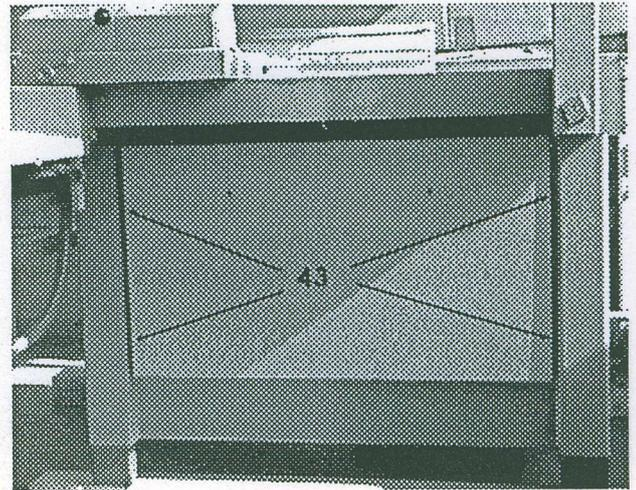

Bild 5.8
- Die jeweils zwei Schrauben 43 (Bild 5.8) rechts und links der hinteren Maschinenabdeckung lösen und die Abdeckung abnehmen.